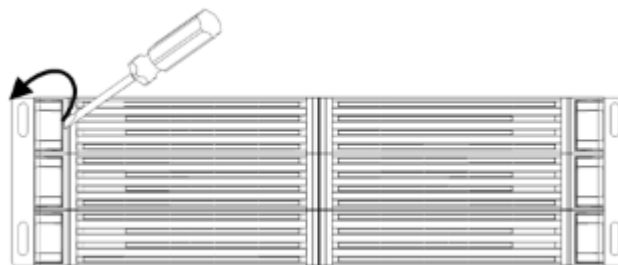

FIG. 1
9. Retirez les six (6) plaques de recouvrement des vis de fixation du panneau avant. (FIG. 1)